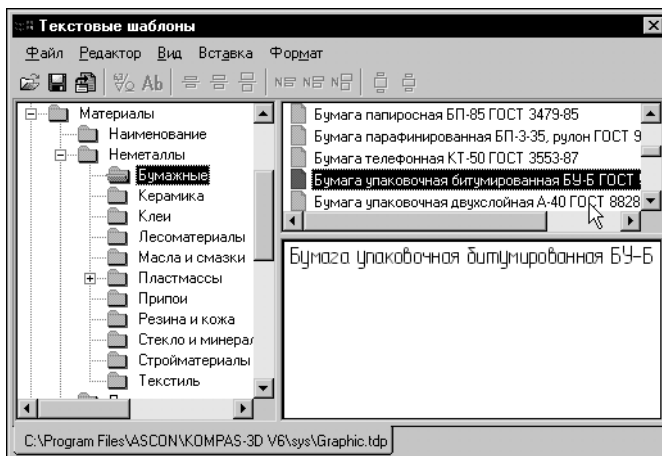

Рис. 57.65. Выбор шаблона для вставки
5. Выберите название шаблона *Бумага упаковочная битумированная ГОСТ БУ-Б ГОСТ 515-77* (рис. 57.65) и щелкните по нему дважды.